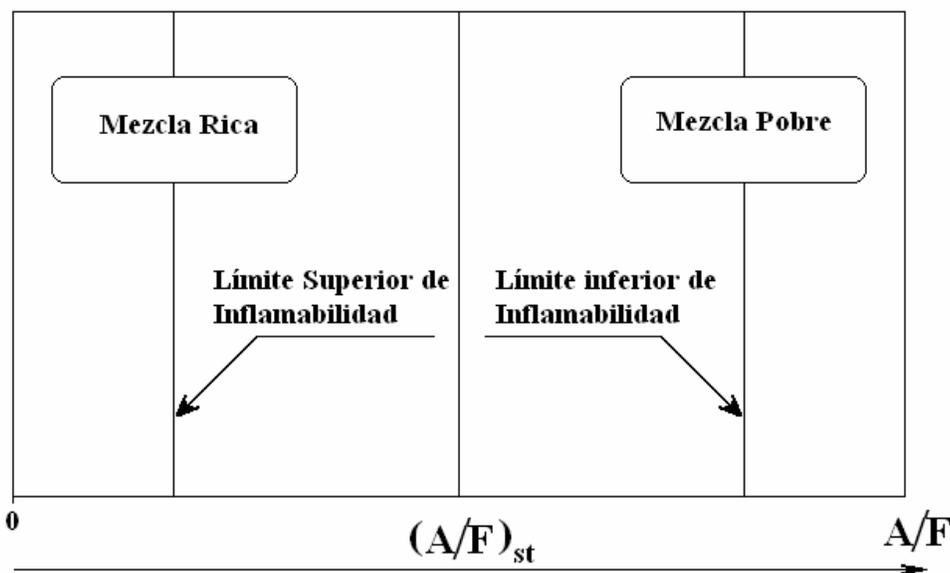

Figura 1. Influencia de la relación aire/combustible.
- **Relación Aire/Combustible (A/F):** es la cantidad de aire comparada con la cantidad de combustible en una mezcla reactiva aire/combustible, donde el numerador y el denominador pueden ser expresados ya sea en términos de masa o de moles. La combustión será posible siempre y cuando la relación (A/F) se mantenga dentro de los llamados “límites de inflamabilidad”. La Figura 1 muestra cualitativamente la influencia de la relación (A/F), para distintos grados de *riqueza* (en combustible) de la mezcla reactiva, desde mezcla rica, pasando por mezcla estequiométrica, hasta mezcla pobre.